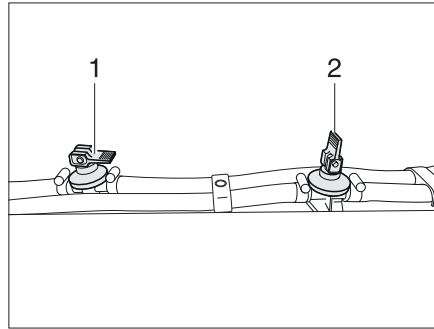

Bild 378 Ablasshahn
- Alle Ablasshähne öffnen. Dazu den Kipphebel (im Bild 378,2) senkrecht stellen.